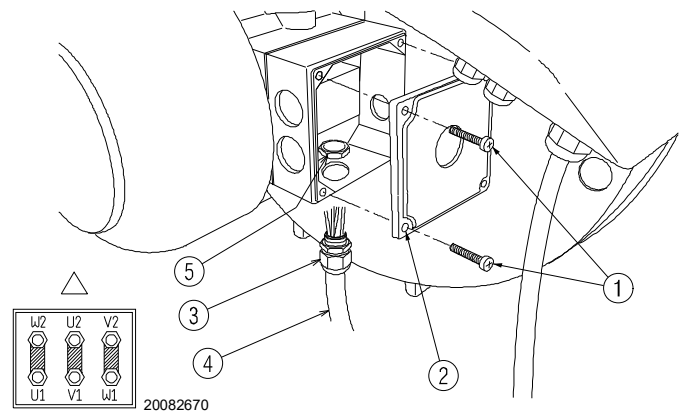

Fig.21
- para acceder a la caja del motor, desenroscar los cuatro tornillos 1)(Fig.21) y quitar la tapa 2);
- instalar el cable 4) con el racor en la caja del motor, fijándolo perfectamente con la tuerca 5)(Fig.21).
- Realizar un control visual final y cerrar la caja del motor enroscando los 4 tornillos 1)(Fig.21).